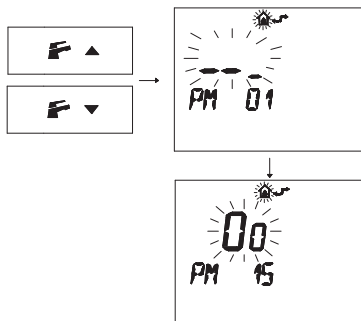

Рисунок 5.25
- Нажмите кнопку **F** \blacktriangledown или **F** \blacktriangle , чтобы вывести на дисплей параметр "PM15" для активации внешнего датчика (Рисунок 5.25).